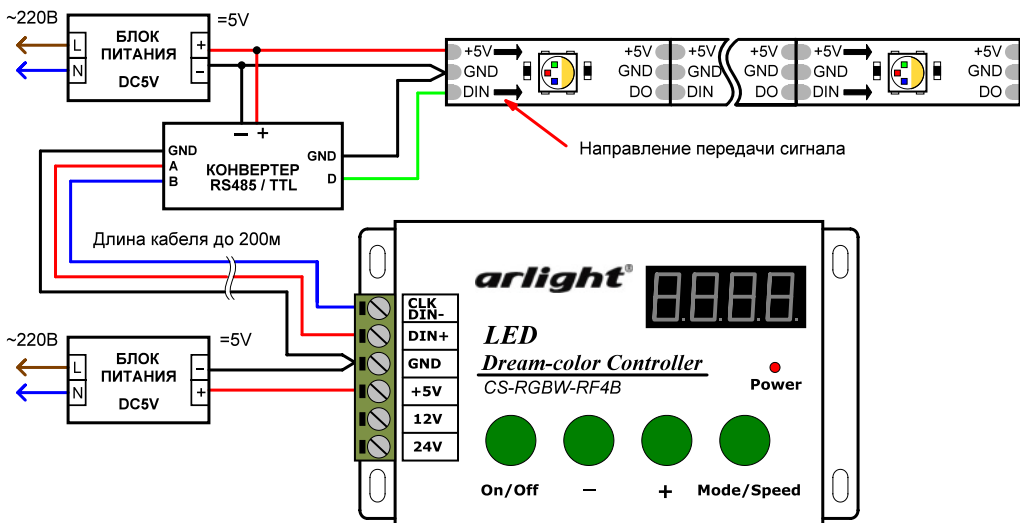

Рис.2. Подключение контроллера при длине кабеля между контроллером и лентой до 200 м.
3.1. При длине кабеля между контроллером и светодиодной лентой более 10 м используйте передачу сигнала по симметричной линии (витая пара) и конвертер интерфейсов RS485-TTL, например, TH2010-485 (арт. 015860). Схема подключения приведена на Рис.2.